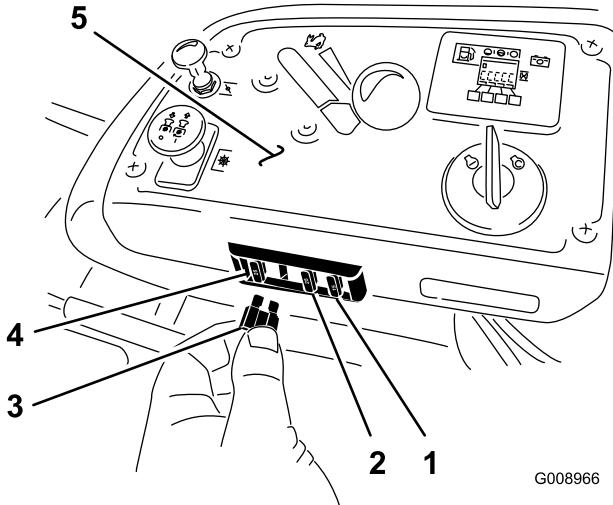

Figura 59
Los fusibles están situados en la consola de la derecha, junto al asiento (Figura 59).
2. Instale un fusible nuevo (Figura 59).